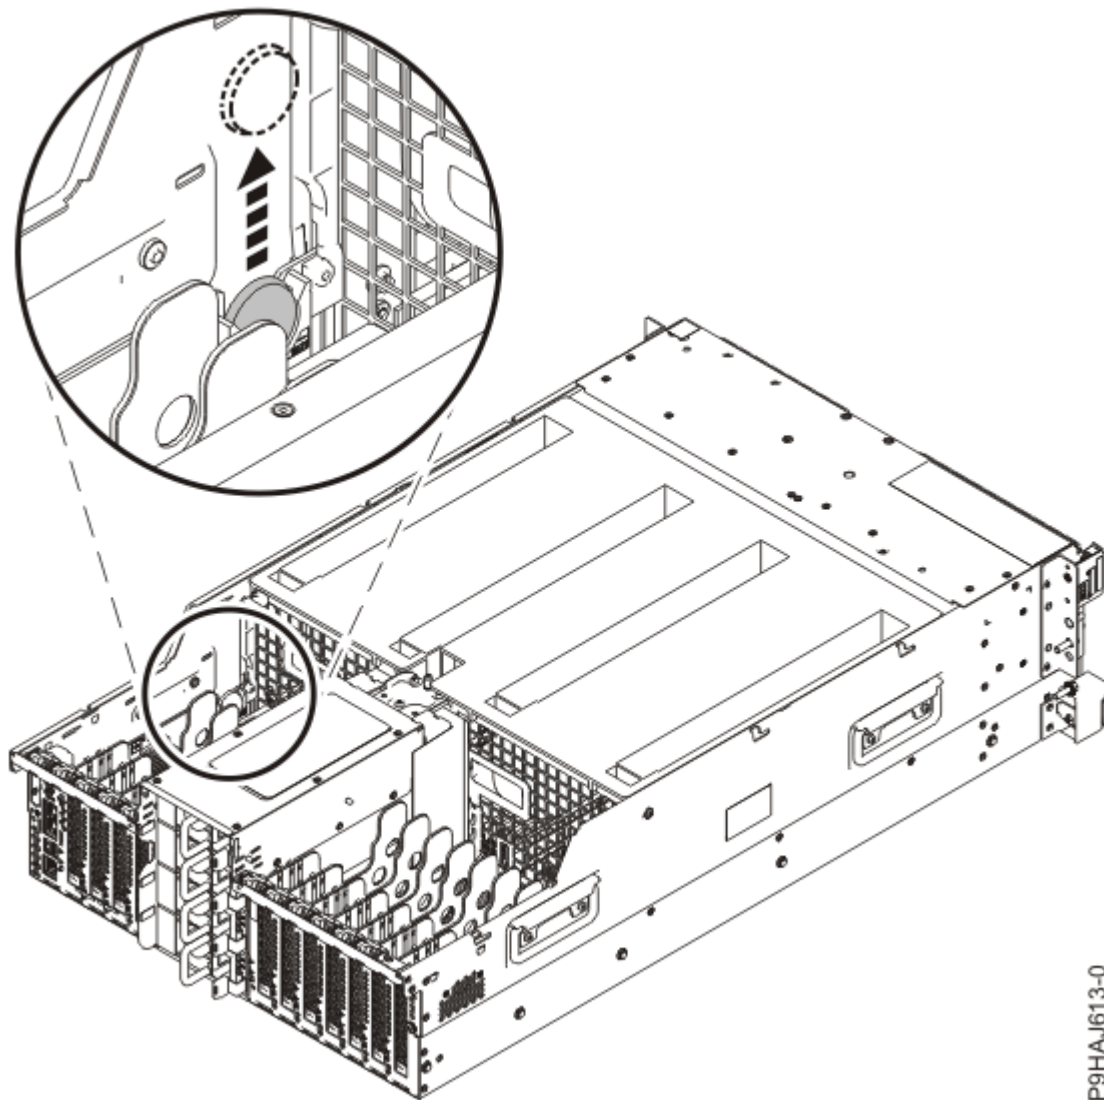
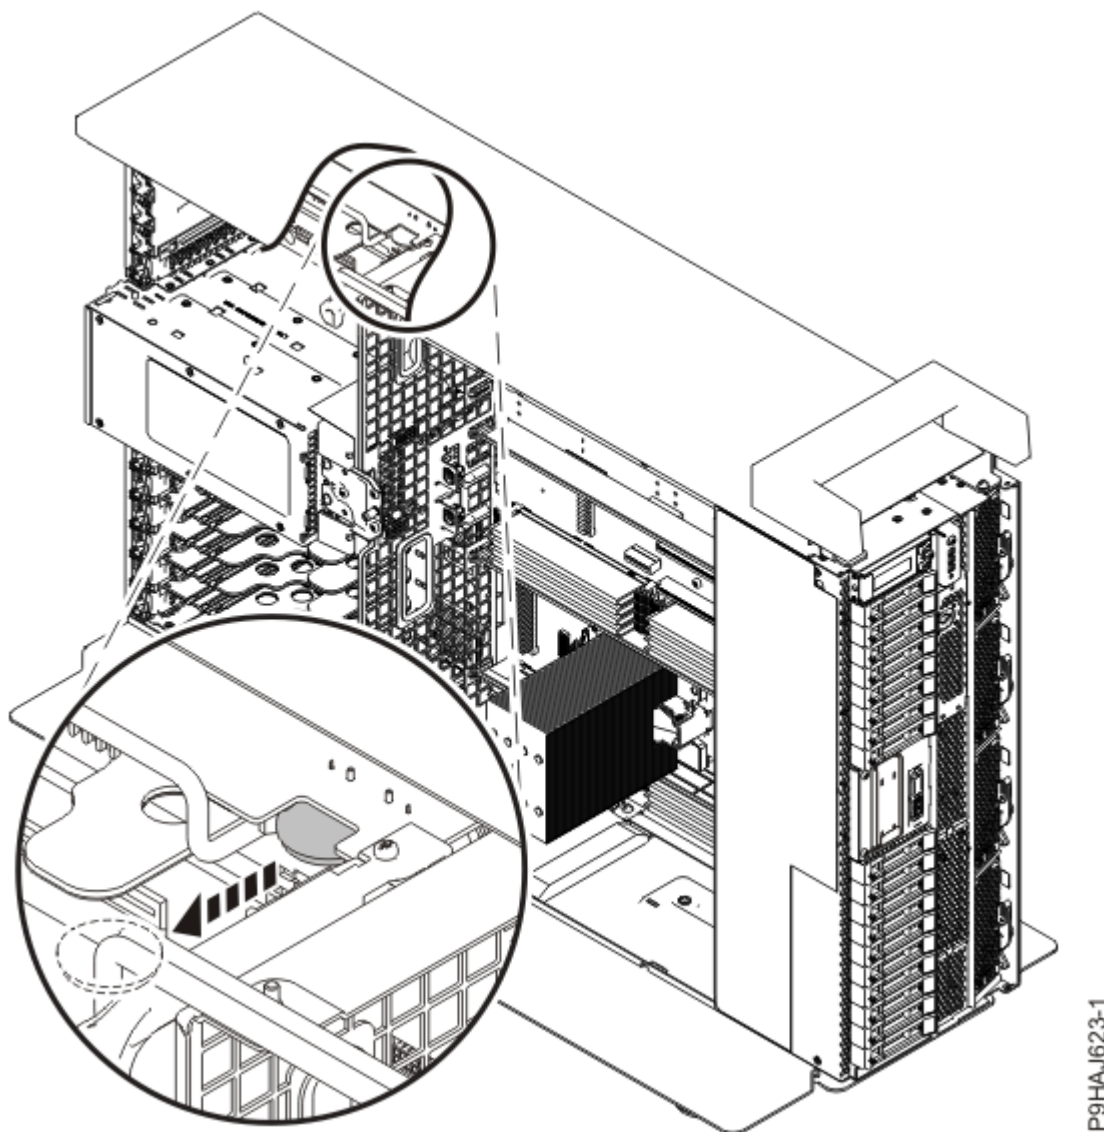

Abbildung 7. Uhrzeitbatterie entfernen - Einschubsystem
Abbildung 8. Uhrzeitbatterie entfernen - Standalone-System
2. Nehmen Sie die Uhrzeitbatterie und ziehen Sie sie aus ihrem Steckplatz an der Position P1-C1-E1 an der Serviceprozessorkarte heraus (siehe Abbildung 7 auf Seite 10 und Abbildung 8 auf Seite 11).